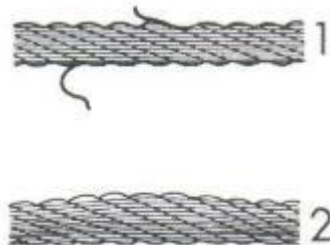

Рисунок 3. Проверка троса: (1)– использовать трос запрещено; (2) – трос готов к использованию.
- Периодически проверяйте состояние стального троса (рисунок 3).